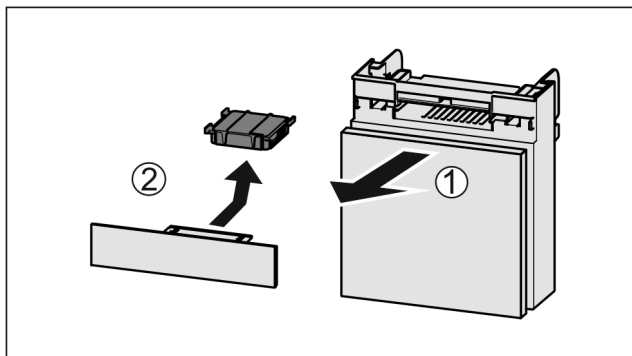

Fig. 76
- ▶ Издърпайте Fig. 76 (1) напред от отделениято.
- ▶ Извадете Fig. 76 (2) филтъра с активен въглен.